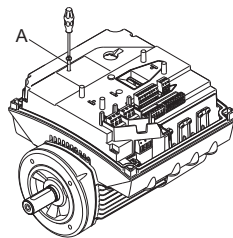

Рис. 65 Снятие крепёжного винта
3. Открутите крепёжный винт (рис. 65, поз. А).
- Установите и закрутите крепёжный винт (рис. 65, А) с моментом затяжки 1,3 Нм.